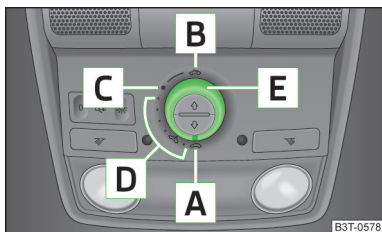
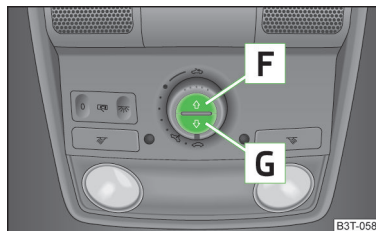

Fig. 29
Fig. 30
- Dacă bateria a fost de exemplu deconectată și apoi reconectată, se poate întâmpla ca trapa glisantă/rabatabilă să nu funcționeze. Apoi aduceți comutatorul rotativ în poziția comutatorului  » fig. 29 la pagina 47, trageți de degajare și mențineți-l înspre în jos și înspre în față. După aprox. 10 secunde trapa glisantă/ rabatabilă se deschide și se închide la loc. Abia după aceea eliberați comutatorul rotativ.
- Dacă bateria a fost de exemplu deconectată și apoi reconectată, se poate întâmpla ca ruloul parasolar să nu funcționeze. Rotiți atunci butonul în poziția  » fig. 29 la pagina 47, apăsați tasta  » fig. 30 la pagina 47 și mențineți-o apăsată. După aproximativ 10 secunde ruloul parasolar se deschide și se închide la loc. Abia după aceea eliberați comutatorul rotativ.
➤ Rotiți comutatorul în poziția » fig. 29.
Ruloul parasolar poate fi închis, respectiv deschis, prin intermediul tastelor » fig. 30.
➤ Pentru deschidere completă, apăsați scurt tasta » fig. 30.
➤ Pentru închidere completă apăsați scurt tasta » fig. 30.